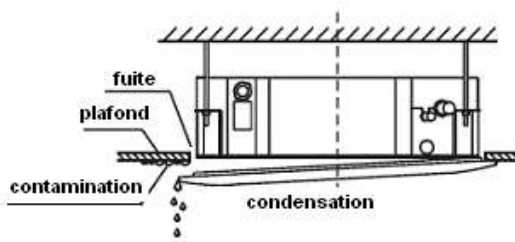

Fig. 4-13
- Le dysfonctionnement décrit à la Fig. 4-13 peut être provoqué par un serrage inadéquat de la vis.